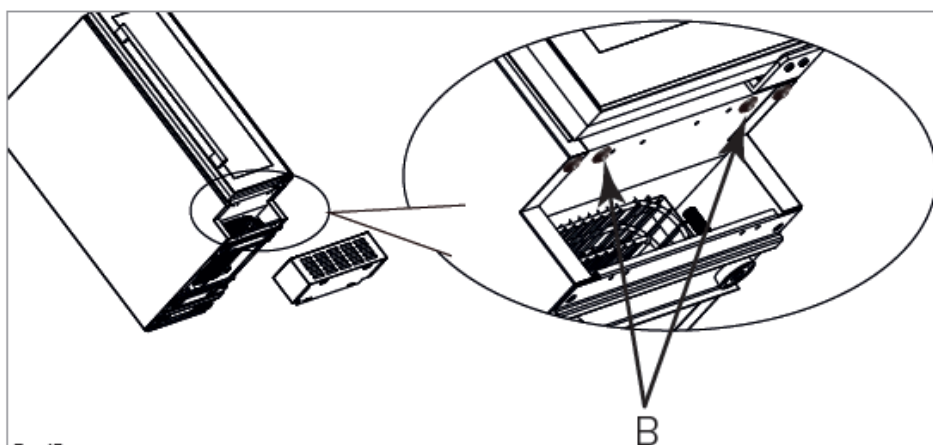

Fig. 15
5. Si elles sont présentes, retirez les vis indiquées par des flèches et marquées 'B' dans la Fig. 15. Ces vis ne sont pas nécessaires.